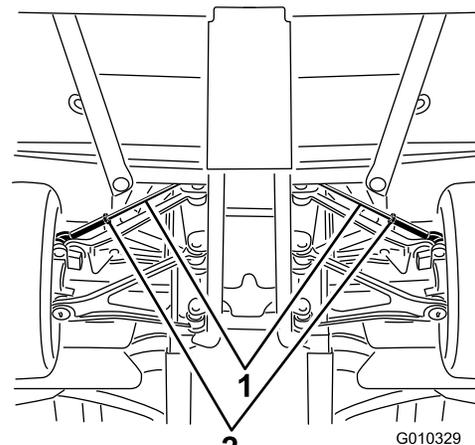

Рисунок 61
- А. Ослабьте контргайку в середине тяги (Рисунок 61).